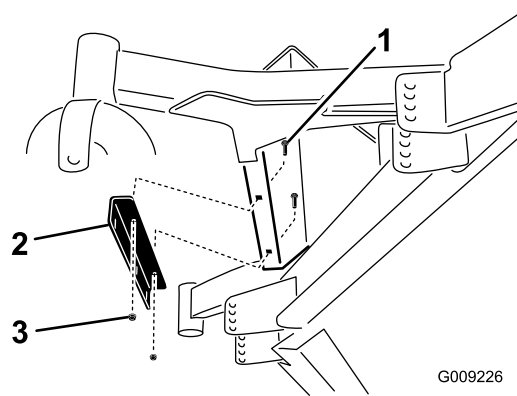

Bild 34
4. Befestigen Sie die Befestigungshalterung für Ballast mit zwei Schlossschrauben ($\frac{5}{16}$ " x $\frac{3}{4}$ ") und zwei Bundmuttern ($\frac{5}{16}$ ") unter der Fußstütze (**Bild 34**).